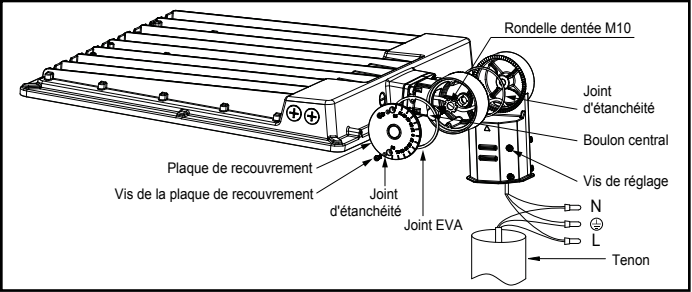

Figure 4
- 3. Desserrez et enlevez les vis de la plaque de recouvrement, puis mettez soigneusement la plaque et ses vis de côté. (Figure 4)